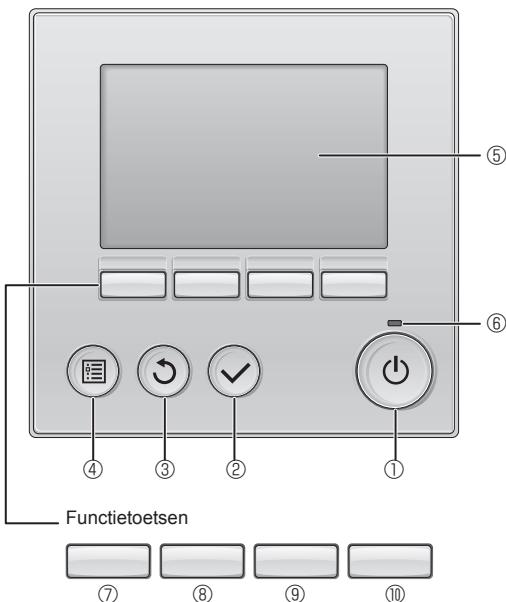

Fig. 6-1
6.2.1. Afstandsbediening met draad (Fig. 6-1)
① [AAN/UIT]-toets